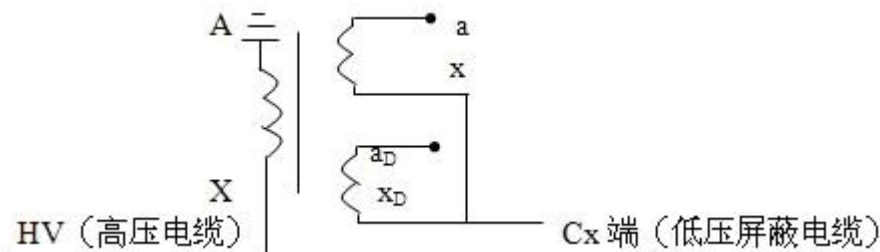

图 10 末端加压法接线
3) 末端加压法（正接线方式）见图 10 所示，此方法受 X 点耐压限制，只能施加 2.5~3kV 电压，同样，电容值误差较大。